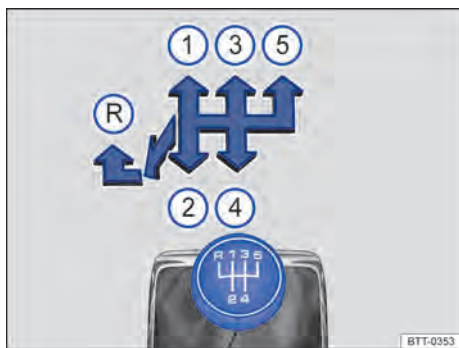

Fig. 83 Esquema de troca de marchas da transmissão manual de 5 marchas.
As posições de cada marcha estão representadas na alavanca de troca de marcha → Fig. 83.
- Empurrar a alavanca de troca de marcha totalmente para a esquerda e depois para frente até a posição da marcha a ré → Fig. 83 Ⓜ.